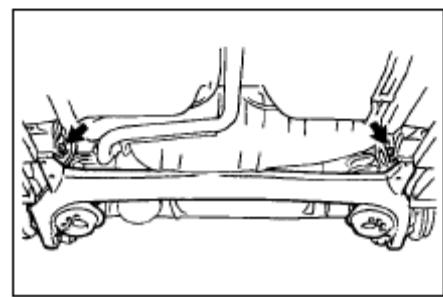

Рис. 224
- (1) Поднимите с помощью домкрата заднюю балку**
- (2) Выкрутите два болта и снимите балку заднего моста (рис. 224)**